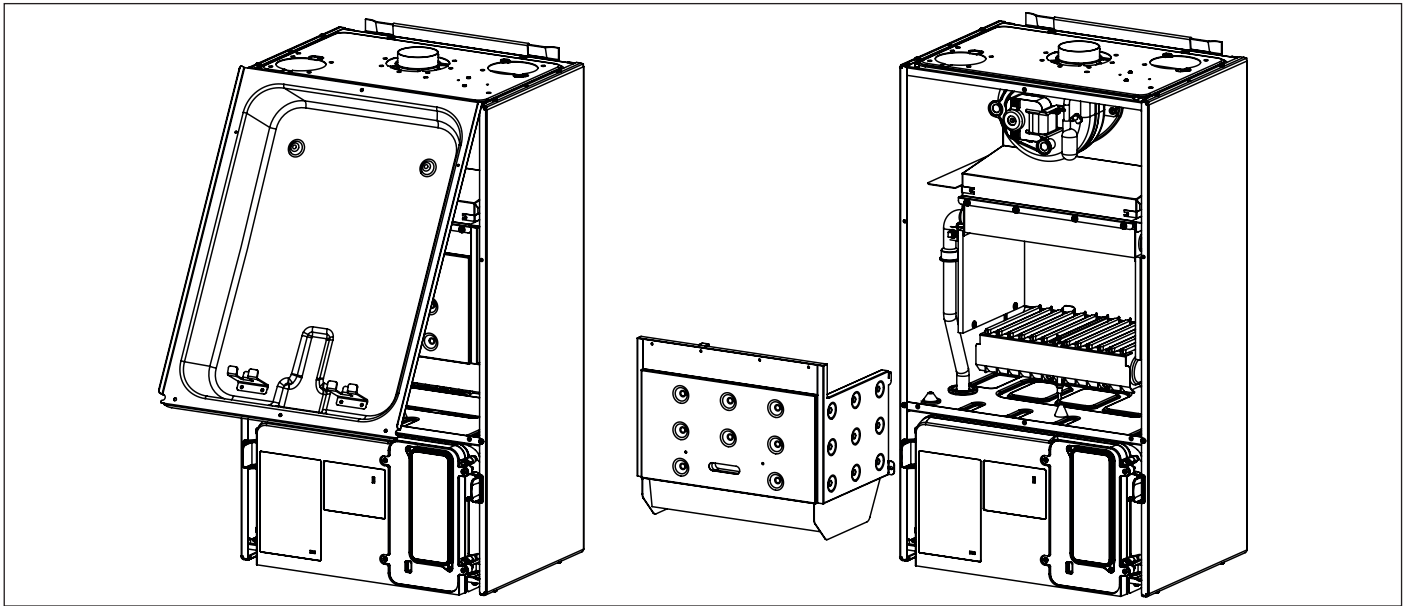

Fig. 23 Smontaggio camera di combustione
- Rimuovere la parte frontale della camera di combustione (vedi Fig. 23 Smontaggio camera di combustione).